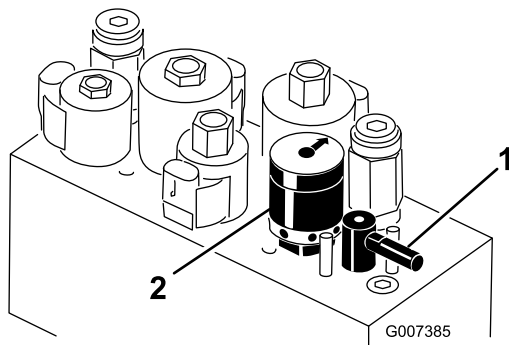

Figure 61
5. Tournez le levier de rodage à la position "R" (Figure 61).
6. Tournez la commande de vitesse des cylindres à la position 1 (Figure 61).